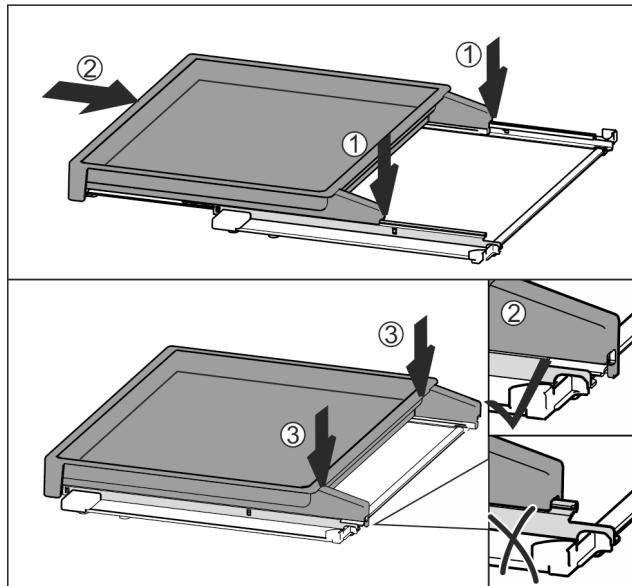

Fig. 113
- Установить по центру на направляющие *Fig. 113* (1).
- Вставить вытяжную панель полностью *Fig. 113* (2).
- Нажимать на задней стороне до тех пор, пока не будет слышна фиксация *Fig. 113* (3).